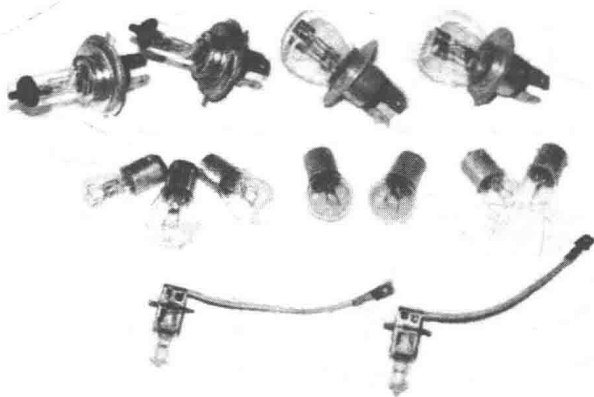

图 1-3 负载(汽车灯泡)
② 负载 负载就是消耗电能的设备和器件（如灯泡等用电器），如图 1-3 所示。